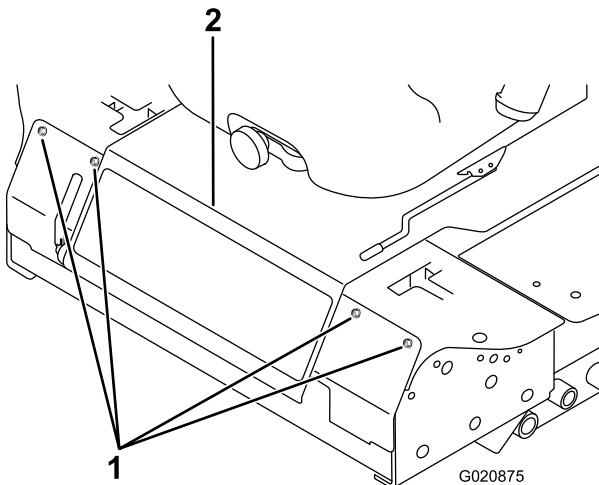

Figure 75
2. Retirez les boulons de fixation du panneau avant et déposez le panneau (Figure 75).